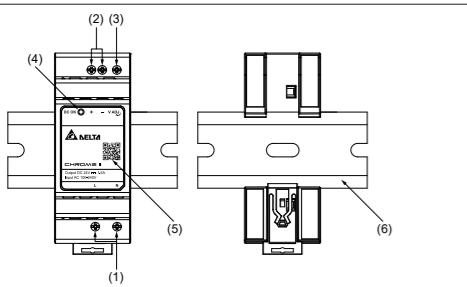

Figure 1
4.1. Anschluss der Eingangsklemmen (Abb. 1, Abb. 5)
4.2. Anschluss der Ausgangsklemmen (Abb. 1 (2))
Verwenden Sie die Schraubklemmen „+“ und „-“, um den 5 Vdc-, 12 Vdc- oder 24 Vdc-Ausgangsverbindungen herzustellen. Die grüne LED „DC OK“ zeigt die korrekte Funktion des Ausgangs an (Abb. 1 (4)).
2. Device description (Fig. 1)